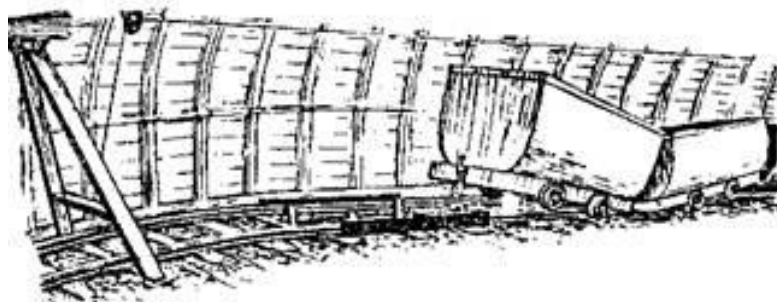

Рисунок 1
2. Во время подачи электровозом состава на верхнюю приемо-отправительную площадку бремсберга произошел сход вагонеток с рельсового пути (рис.1).